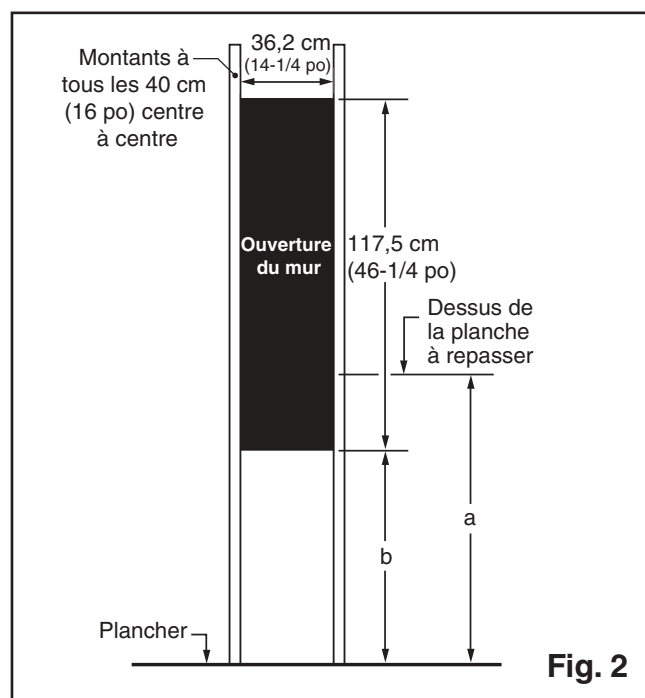

Fig. 2
2. Déterminez la distance au dessus du plancher. (Fig. 2)
3. Découpez l'ouverture dans le mur. (Fig. 2)